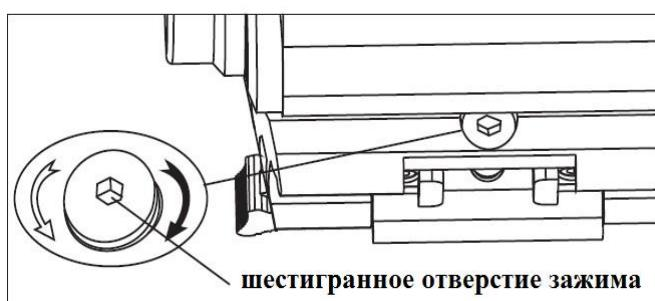

рис.4
- Сбоку прижима есть регулировочный шестигранный винт (см. Рис.4). Перед установкой поверните этот винт шестигранным ключом влево, чтобы ослабить прижим.